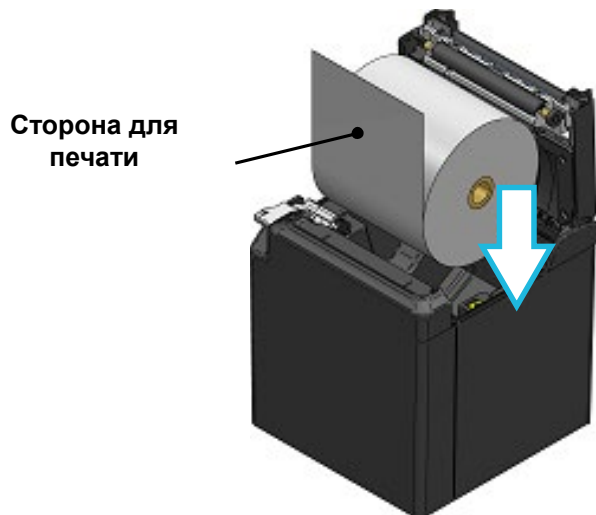
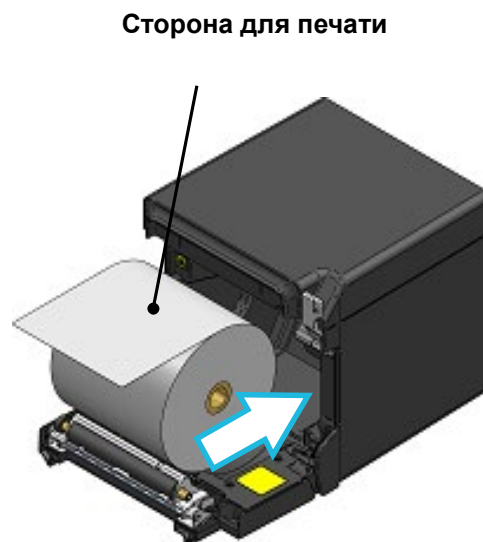

Рисунок 8-3 Направление установки термобумаги (вывод вверх)
Рисунок 8-4 Направление установки термобумаги (вывод вперед)
- (2) Отклейте от рулона термобумаги приклеенный конец.
- (3) Загрузите термобумагу в отсек для бумаги. При этом рулон термобумаги должен быть сориентирован так, как показано (см. Рисунок 8-3 и Рисунок 8-4).